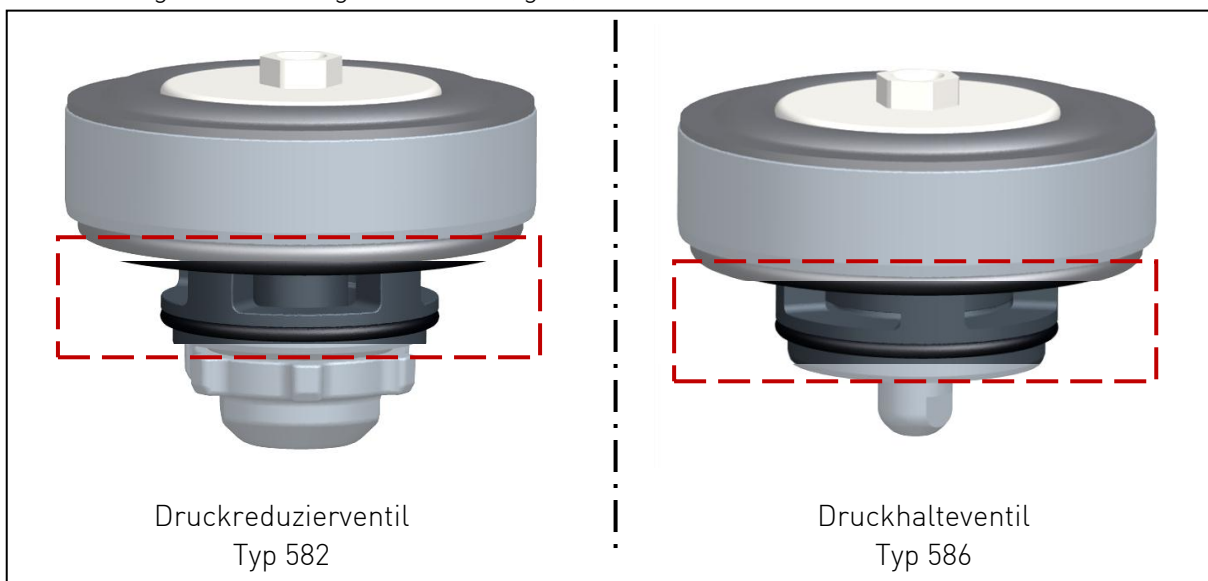

Abb. 17
- Bohrungen des Innengehäuses reinigen, siehe Abb. 17